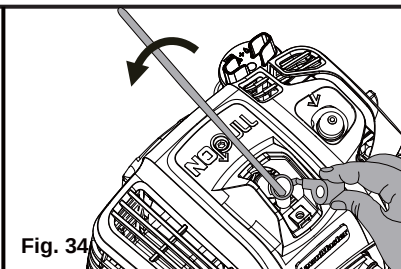

Fig. 34
- Quite el tapón de la bujía. Cubra completamente la bujía usando la manga incluida. Gire la manga hacia la izquierda para sacar la bujía (Fig. 34).